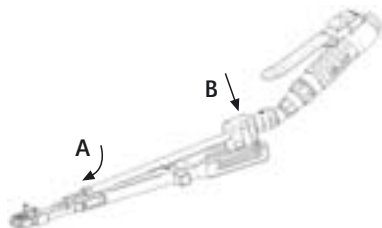

Fig. 5 Acoplar a peça de mão na guia de fresa
- **A:** Inserir a peça de mão para fresa 6, com a fresa acoplada nela, no orifício dianteiro da guia de fresa 3, ver Fig. 5.
- **B:** Inserir os pinos laterais do bloco de montagem 4 nas ranhuras traseiras da guia de fresa 3, ver Fig. 5.